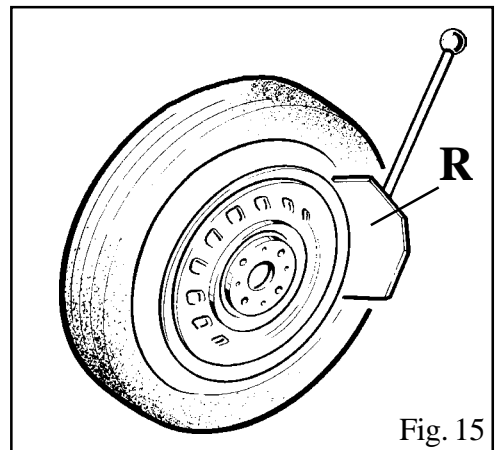

Fig. 15
- Chiudere completamente le griffe (G) dell'autocentrante (Y)
- Accostare la ruota agli appoggi in gomma sulla parte destra dello smontagomme (S)
- Avvicinare la paletta (R) al tallone del pneumatico, mantenendo una distanza, dal bordo del cerchio, di circa 1 cm. (Fig.15)
- *Position the wheel against the rubber stops on the right side of the tyre changer (S).*
- *Position the bead breaker blade (R) against the tyre bead at a distance of about 1 cm from the rim (fig.15). Pay attention to the blade, which must operate correctly onto the tyre and not onto the rim.*
- *Press down the pedal (U) to activate the bead breaker and release it when the blade has reached the end of its travel or in any case when the bead is broken.*
- Appuyer la roue sur les supports en caoutchouc sur la droite du démonte-pneus (S).
- Approcher la palette (R) au talon du pneu en maintenant une distance d'un cm. environ du bord de la jante (fig.15).
*-Reifen an die Gummianschläge auf der rechten Seite des Reifenmontiergerätes (S) anlegen.*
*-Wulstabdrücker (V) dem Wulst nähern, etwa 1 cm. Luft von Felgenreand lassen (Abb.15) und darauf beachten, daß der Abdrücker fehlerfrei auf den Reifen und nicht auf die Felge wirkt.*
*-Pedal (U) drücken, und das Abdrückblatt betätigen, loslassen, wenn das Blatt am Laufende angelangt ist.*